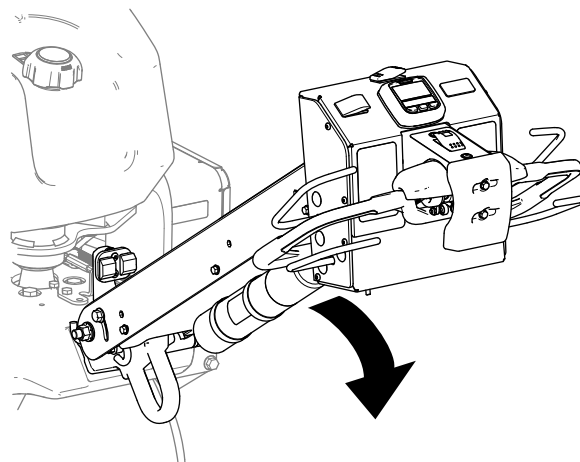

Figura 30
2. Baje el manillar (Figura 30).